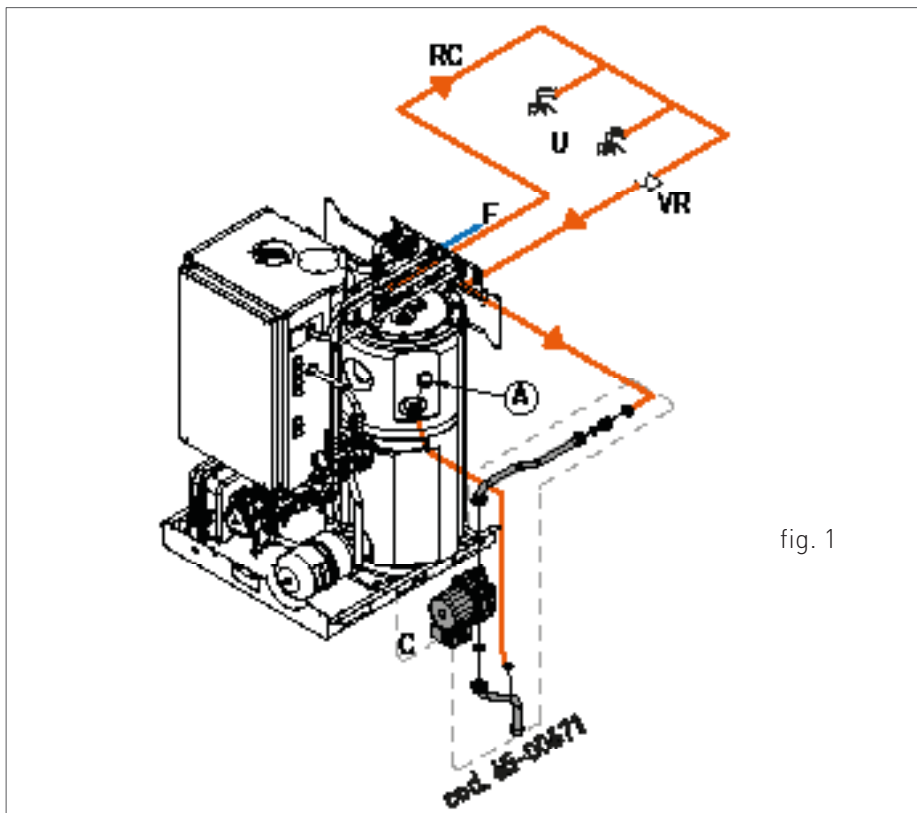

fig. 1
- > svitare il tappo da 1/2" situato nella parte anteriore del boiler (A- fig.1);